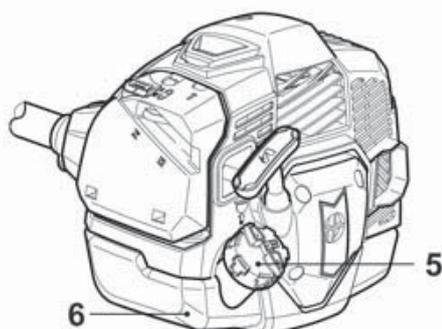

Fig. 10
- > Visser l'écrou bridé dans le sens de rotation indiqué, à l'aide de l'outil multi-usage [39] (Fig. 10).
- > Dévissez le bouchon du réservoir de carburant [5], puis ôtez-le (Fig. 10).